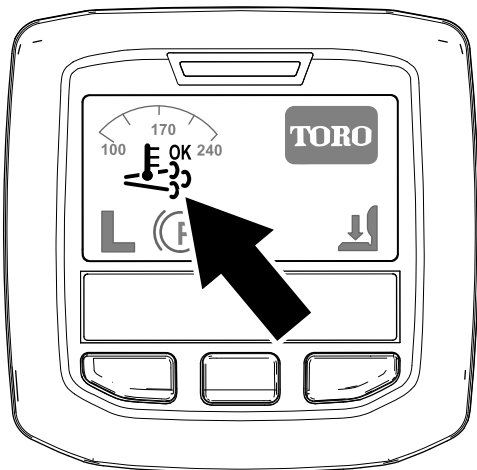

Figura 21
- O ícone da regeneração assistida/de reposição surge no InfoCenter (Figura 21).